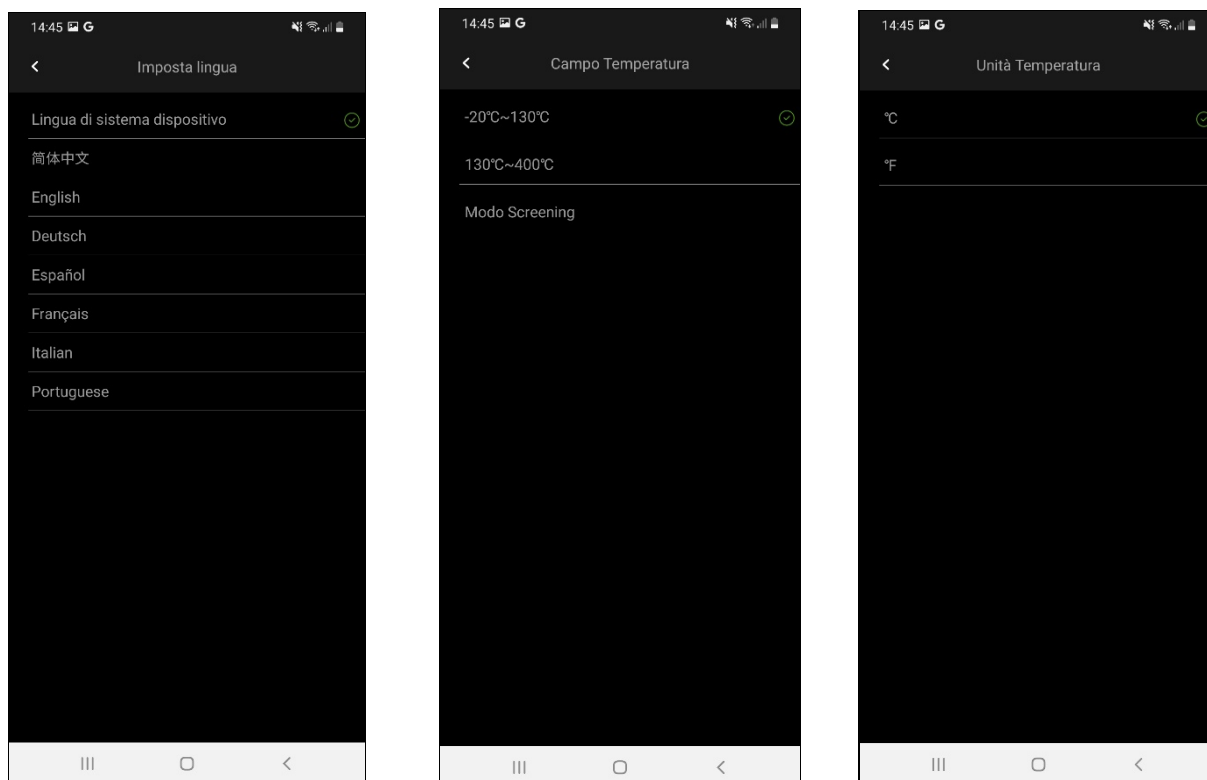

Fig. 5: Visualizzazione sezione Impostazioni generali
- **Imposta lingua** → permette la selezione della lingua dell'applicazione tra quelle disponibili. L'opzione "Lingua di sistema disponibile" consente la selezione automatica della lingua di sistema del dispositivo mobile (vedere Fig. 5 – parte sinistra)
- **Unità Temperatura** → permette la selezione dell'unità di misura della temperatura tra le opzioni: °C e °F (vedere Fig. 5 – parte destra)